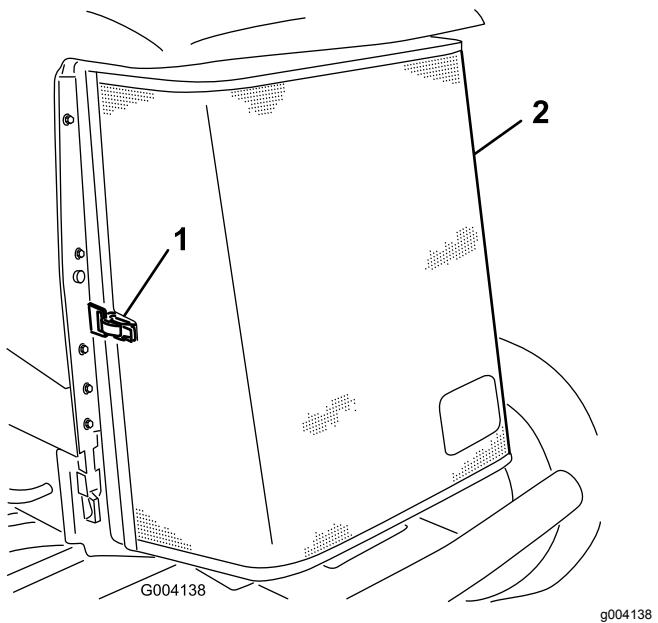

Рисунок 48
- Откройте защелку и откиньте заднюю решетку (Рисунок 48).